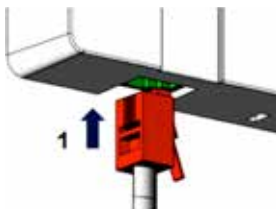

Abb. 8: Hörer anschließen
Stecken Sie den Stecker der Hörschnur in die Buchse (1) an der Unterseite des Universaltelefons (Abb. 8).